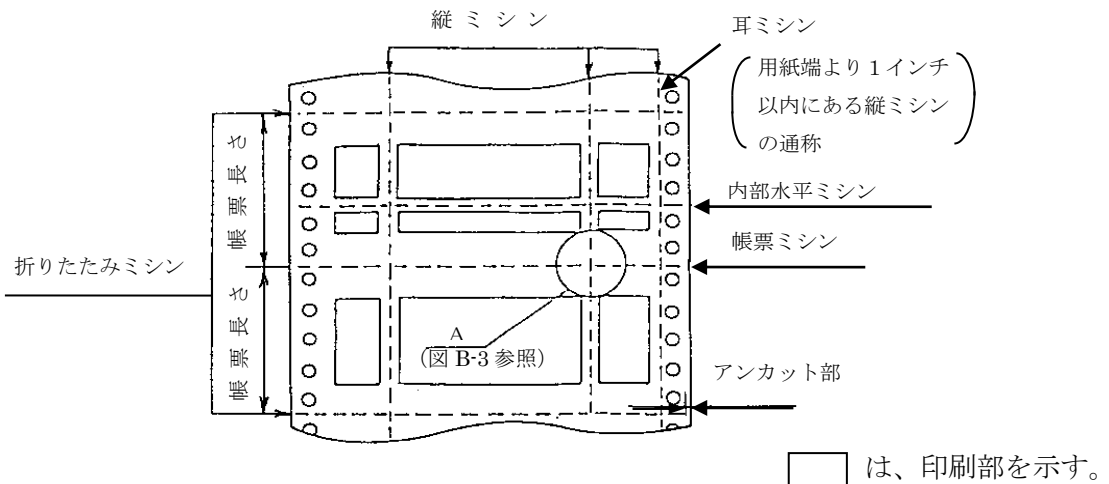
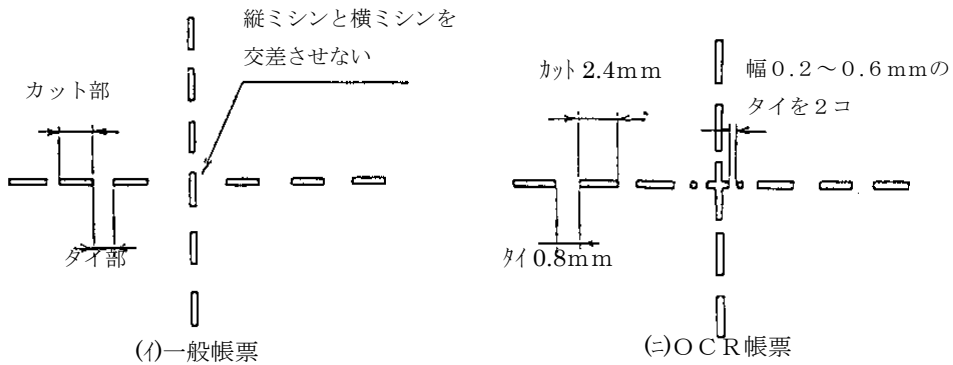

図 B-2 ミシンの定義
図 B-3 縦横ミシン目の交差部（図 B-2・A部参照）
縦ミシン（耳ミシンを含む）、横ミシン（折りたたみミシン、帳票ミシン、内部水平ミシン）の定義は、図 B-2 による。ミシン目カット部及びタイ部の定義は、図 B-3 を参照して下さい。ミシン目のアンカット部は、図 B-2 を参照して下さい。
- (4) ミシンに関する注意事項
- (c) 帳票ミシンと内部水平ミシンは、両端に 3~5mm のアンカット部(図 B-2 参照)を残すこと。また折りぐせのないこと。
- (d) 折りたたみミシンの両端に 1~3mm のアンカット部(図 B-2 参照)を残すこと。